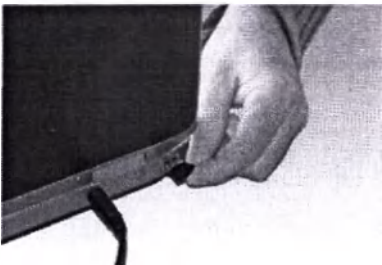

Рис. 17: Подключение с помощью Bluetooth
- Вставьте USB-модуль Bluetooth в свободный разъем вашего ПК/ноутбука (➤ рис. 17)